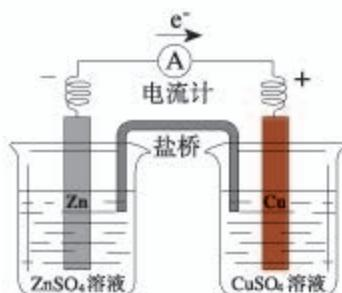

图4-1 锌铜原电池装置
如图4-1所示，将置有锌片的 ZnSO_4 溶液和置有铜片的 CuSO_4 溶液用一个盐桥^①连接起来，然后将锌片和铜片用导线连接，并在中间串联一个电流表，观察现象。取出盐桥，观察电流表的指针有何变化。
实验表明，接通电路时，电流表的指针发生偏转，即电路中有电流通过。从上述装置中取出盐桥，电流表的指针又回到零点，即电路中没有电流通过。如图4-1所示的原电池叫做锌铜原电池，其中锌一端为负极，铜一端为正极。
- (1) 图4-1所示的锌铜原电池工作时，电子在导线中的运动方向是怎样的？阴离子和阳离子在电解质溶液中的运动方向是怎样的？
- (2) 锌铜原电池可看作由两个半电池组成，一个发生氧化反应，另一个发生还原反应。试分别写出两个电极上的反应及总反应的离子方程式。
① 盐桥中装有含KCl饱和溶液的琼胶，离子可在其中自由移动。
请结合图4-1绘制反映原电池工作原理的示意图，并与同学交流。示意图要求包括以下内容：